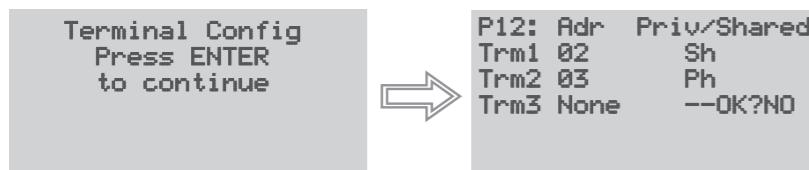

Fig. 6
- premendo ancora una volta il tasto  $\downarrow$  verranno visualizzate in sequenza le maschere di Fig. 6;
- pressing  $\downarrow$  again displays the screens shown in Fig. 6, in sequence;